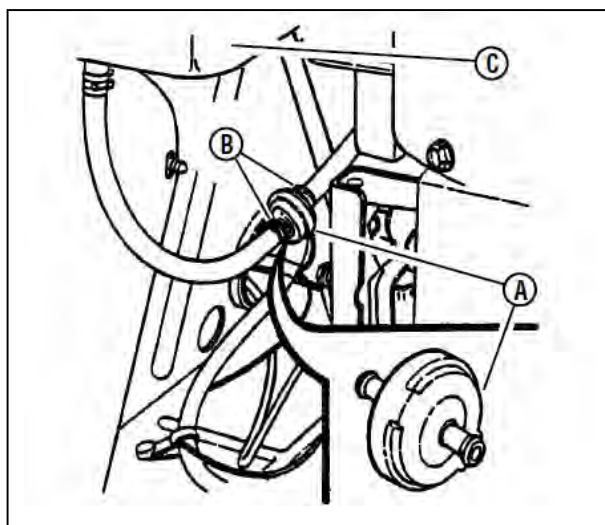

図 7-12 燃料フィルタの交換
3. エンジンが冷えてから燃料フィルタ(図 7-12 の A)からホースクランプ(B)を外します。